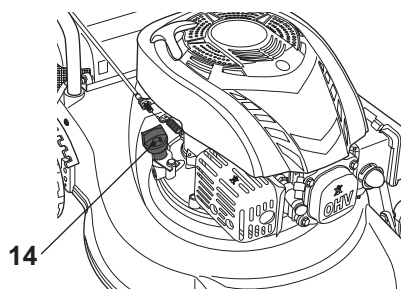

Fig. 12
- > Dévissez et retirez le bouchon du réservoir d'huile [14] (Fig. 12).